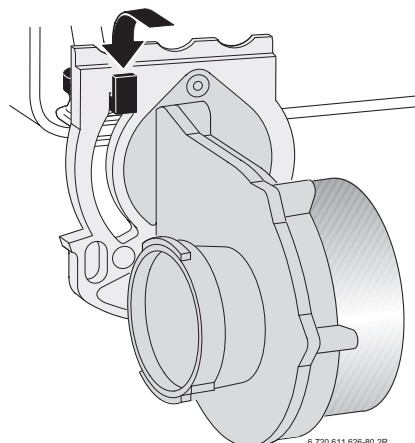

Fig. 80
- ▶ Estrarre l'intero ventilatore e agganciarlo al supporto, presso il tubo di mandata del riscaldamento, come da fig. 80.